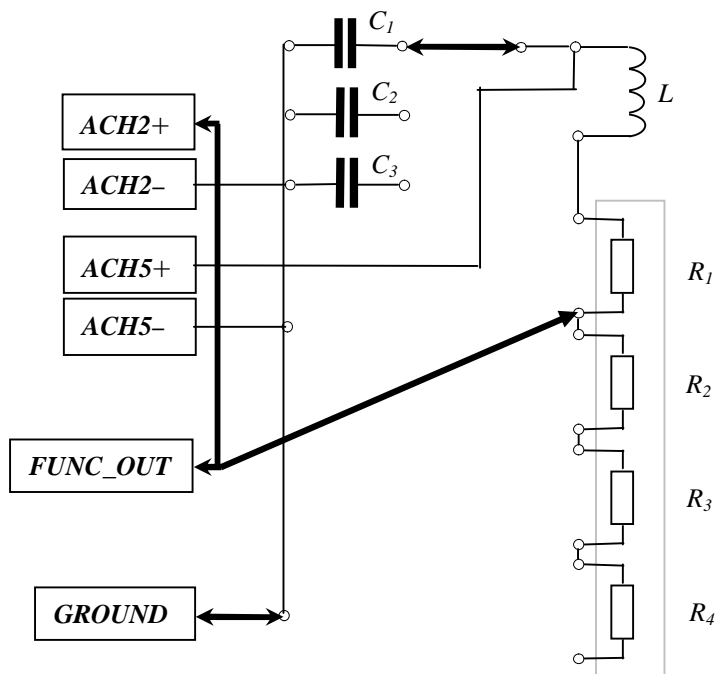

Рис. 3 Электрическая схема контура
Из перечисленных элементов, применяя монтажный провод, можно собрать колебательный контур. Электрическая схема контура приведена на Рис. 3. На схеме монтажный провод показан утолщенными линиями со стрелками. В качестве общего контакта удобно использовать вертикальную полосу, состоящую из 25 выводов и маркированную знаком «←→».
1. В соответствии с электрической схемой (Рис. 3) на макетной плате соберите колебательный контур. Включите в него индуктивность, конденсатор, емкость которого вами измерена и сопротивление R_1 .